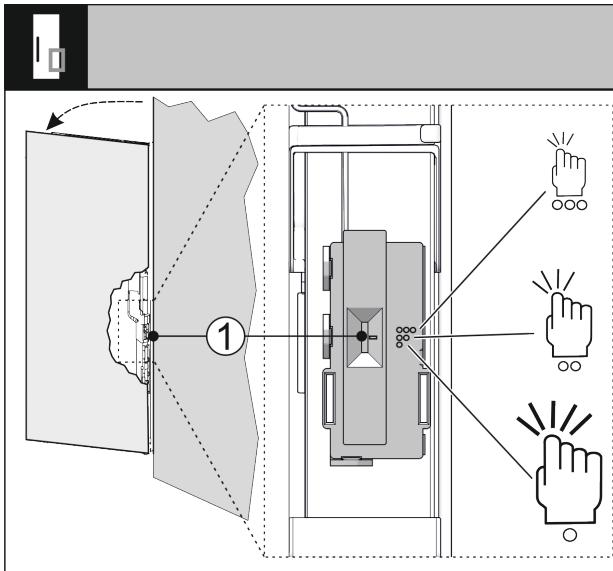

Fig. 35
Sie können die Empfindlichkeit des Klopfsensors über einen Schalter Fig. 35 (1) einstellen. Der Schalter ist scharnierseitig am unteren Drittel der Tür.
- Schalter Fig. 35 (1) auf gewünschte Schalterstellung schieben.